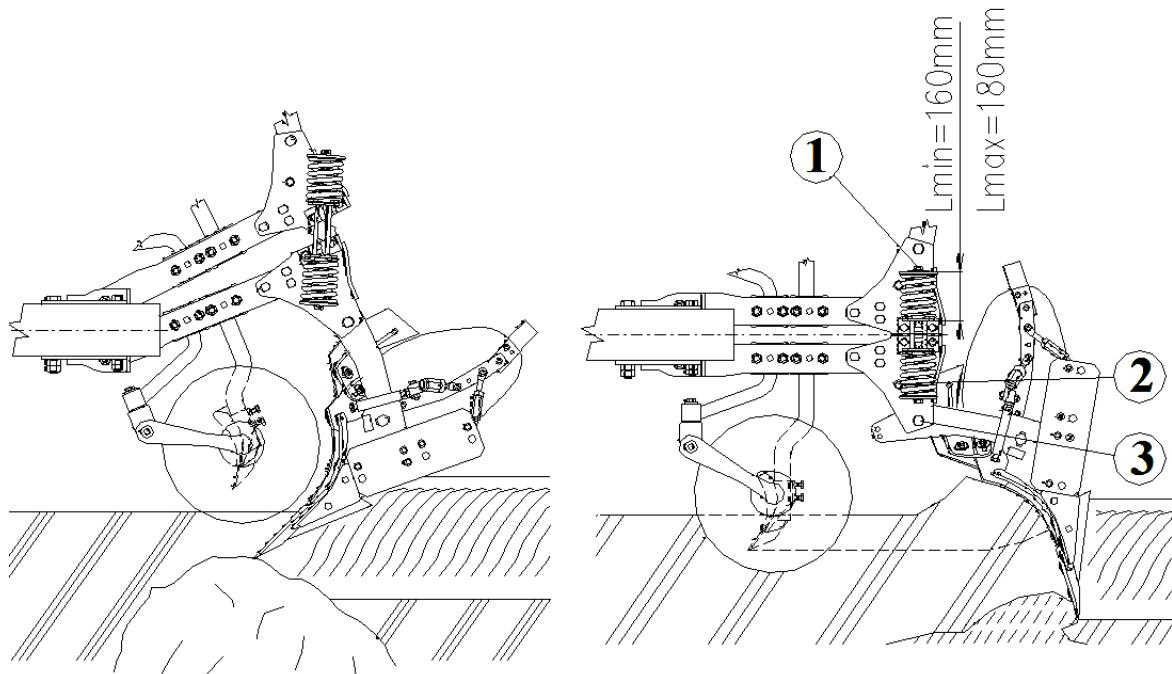

Рисунок 16.
Корпуса плугов от перегрузки или повреждения, обусловленных препятствием в грунте, предохраняются пружинным механизмом, а от скручивания корпуса лемеха – срезным болтом. Пружинный механизм обеспечивает, в случае наезда на твёрдое препятствие в грунте, отклоняется вверх и после преодоления этого препятствия самостоятельно возвращается в исходное рабочее положение (рис. 16).
Защита от перегрузок обеспечивается посредством предохранительных срезных болтов 2 (рис. 16).
В зависимости от состояния грунта (тяжёлый или лёгкий грунт), пружины должны быть более или менее напряжены при помощи регулировочных винтов 1 (рис. 16) таким образом, чтобы пружинный механизм работал лишь при столкновении с препятствием. Если пружины пружинного механизма слишком напряжены, то они не выполняют оптимально свою функцию, и происходит излишнее напряжение плуга и трактора.
1. Регулировочный винт пружины вывинтить настолько, чтобы длина пружины, включая опорные шайбы, составляла приблизительно $L = 200$ мм (Рис. 16).
3. Если пружина ещё работает не надёжно – часто выключает или плохо возвращается в первоначальное положение – то необходимо завернуть регулировочные винты ещё на 2-3 оборота ($L_{\min} = 160$ мм) (Рис. 16).